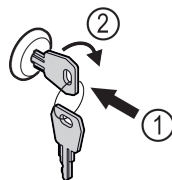

Fig. 153 Ilustrační zobrazení
- ▶ Klíč zasuňte dovnitř Fig. 153 (1).
- ▶ Otáčejte klíčem o 90° ve směru hodinových ručiček Fig. 153 (2).